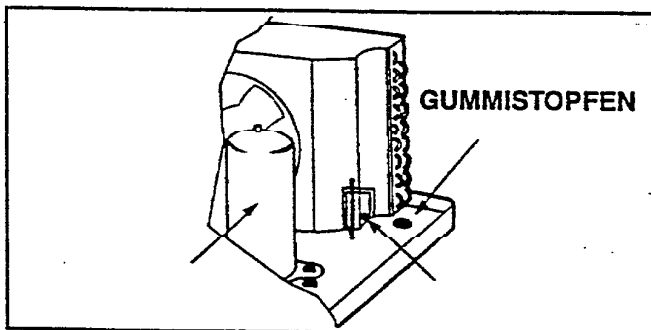

Abb. 14 - Gummistopfen in der Ablaufwanne
Die Kondensatwannebausatz ersehen Sie in Fig. 14. Ziehen Sie die Wanne ab und installieren Sie diese wie abgebildet.
- b. Gummistopfen vom Ablaufstutzen der Ablaufwanne entfernen (siehe Abb. 14).